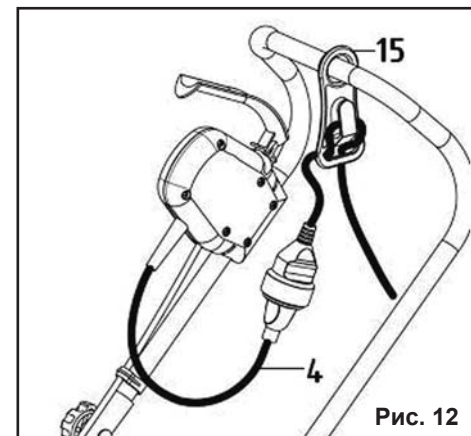

Рис. 12
8.2.2. Вставьте удлинитель в паз держателя (15), и изогнув кабель петлей, закрепите его за крючок держателя (15), как показано на Рис.12.